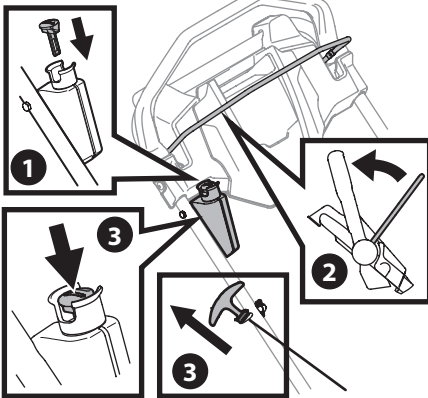

Figure 6
2. Placez-vous derrière l'appareil et serrez la commande de la lame contre la commande d'entraînement (Figure 6).
- **Démarrage à rappel** : Tenez la commande de la lame contre la commande d'entraînement et tirez sur la poignée du lanceur à rappel jusqu'à ce que vous sentiez une légère résistance. Puis tirez rapidement sur la poignée pour faire démarrer le moteur et empêcher la corde de s'enrouler rapidement. Répétez l'opération au besoin (Figure 6).
- **Démarrage électrique (le cas échéant)** : Pressez sur le bouton-poussoir pour démarrer le moteur (Figure 6).